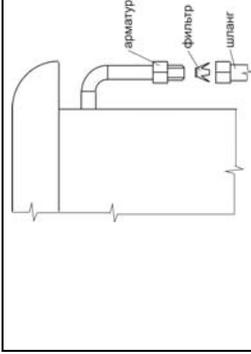

Рис. 13
- При присоединении плиты к газопроводу между подводом газа и наконечником арматуры рекомендуем установить фильтр очистки газа (см. рис. 13).